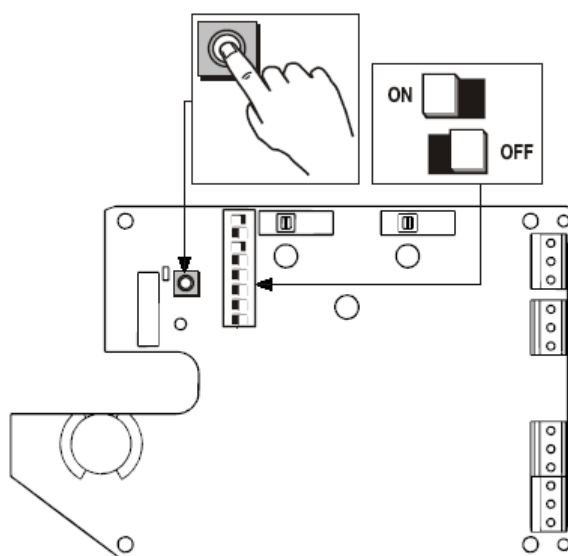

Figure 4 : Bouton de calibration et micro-interrupteurs
Les servomoteurs VA78xx-GGx sont livrés avec des réglages par défaut (tous les micro-interrupteurs sur OFF, voir Tableau 2 et Figure 4). Tous ces paramètres peuvent être modifiés comme expliqué ci-dessous mais il est recommandé d'effectuer tous les réglages requis avant d'assembler la vanne et le moteur.
3. Appuyez sur le bouton poussoir (voir Figure 4) pendant 3 secondes. La DEL commence à clignoter rapidement.